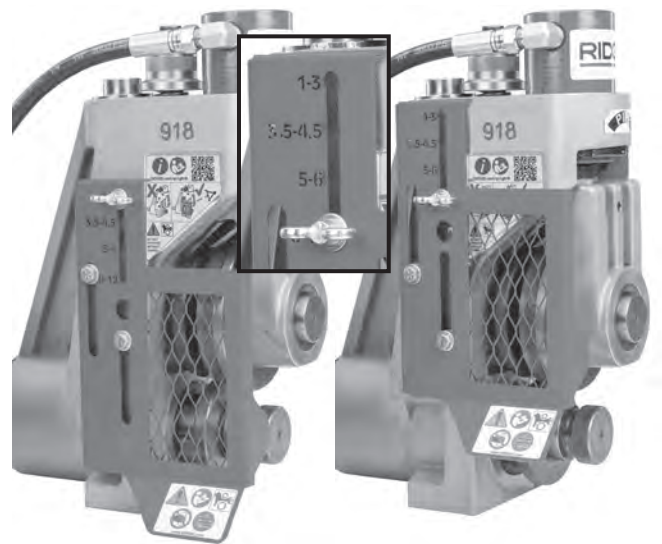

Figura 10 – Instalación de la cubierta protectora ajustable
3. Afloje el tornillo mariposa. Ajuste la posición de la cubierta protectora de manera que esté alineado el tornillo mariposa con los límites grabados en la cubierta. Ajuste bien la cubierta protectora para reducir el riesgo de enmarañamiento y lesiones graves (*Figura 10*).